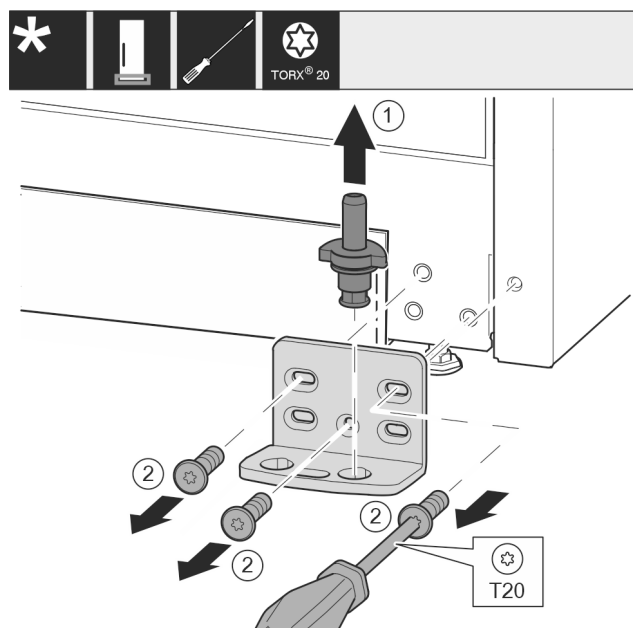

Fig. 15
- Ta ut hela lagerbulten genom att dra den uppåt. Fig. 15 (1)
- Skruva ut skruvarna med en skruvmejsel T20 och ta av lagerbocken. Fig. 15 (2)